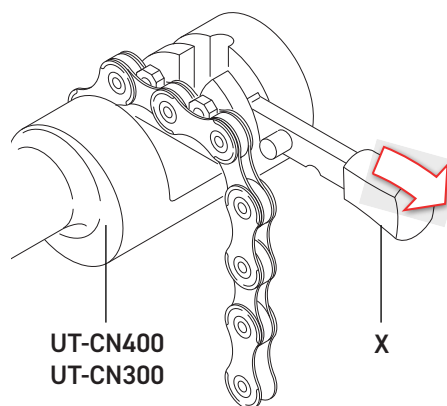

Fig.11
- Introducir el eslabón que hay que cerrar en sus sedes (Fig. 11).